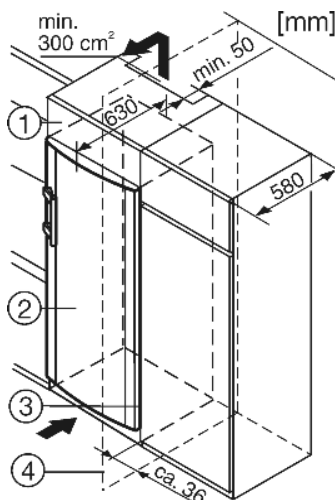

Fig. 8
- (1) Дополнительный шкафчик
(2) Устройство
(3) Кухонный шкаф
(4) Стенка
Устройство может быть окружено предметами кухонной обстановки. Чтобы уравнять устройство *Fig. 8 (2)* по высоте с кухонной стенкой, можно установить над устройством соответствующий дополнительный шкафчик *Fig. 8 (1)*.
При комбинировании с обычными кухонными шкафами (глубина макс. 580 мм) устройство можно установить непосредственно рядом с кухонным шкафом *Fig. 8 (3)*. Дверца устройства выступает по сторонам на 34 мм и по центру устройства на 50 мм относительно передней стенки кухонного шкафа. Поэтому ее можно свободно открывать и закрывать.
Если устройство установлено на шарнирах у стены *Fig. 8 (4)*, то расстояние между устройством и стеной должно быть не менее 36 мм. Настолько выступает ручка при открытой дверце.